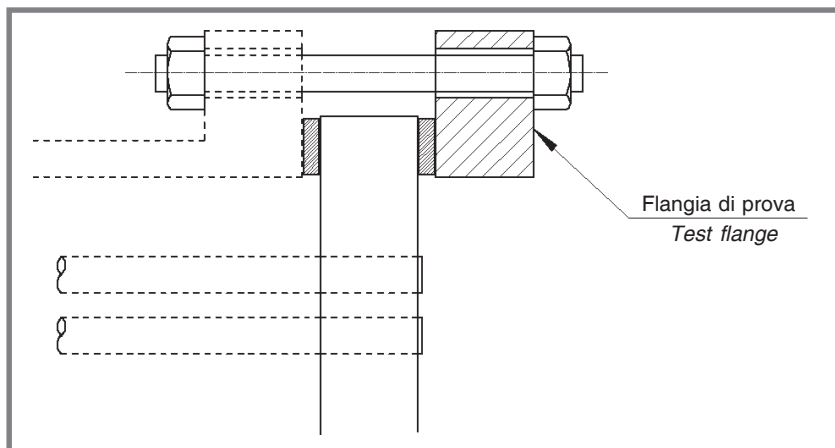

Fig. 8
- Rimuovere la testata. Sostituire la testata con un anello di prova (vedi fig. 8) che si accoppia con le flangie del mantello. Imbullonare l'anello di prova bloccando il fascio tubiero.
- Following the procedures previously mentioned for front head removal, remove the head and replace it with a test flange (see fig. 8) that mates with the shell body flange. Replace the nuts and bolts/studs.